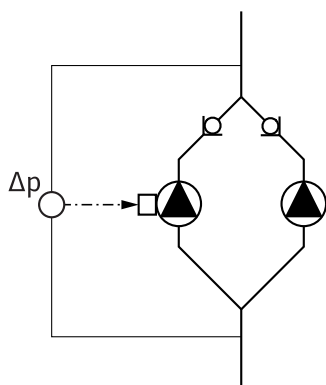

Fig. 18: Eksempel, tilslutning differensstryk-transmitter
- I eksemplet på fig. 18 er masterpumpen venstre pumpe i flowretning. Tilslut differensstryktransmitteren ved denne pumpe.
- Differensstryktransmitterens målepunkter på masterpumpen skal være i det tilhørende samlerør på dobbelpumpeanlæggets suge- og trykside (fig.18).